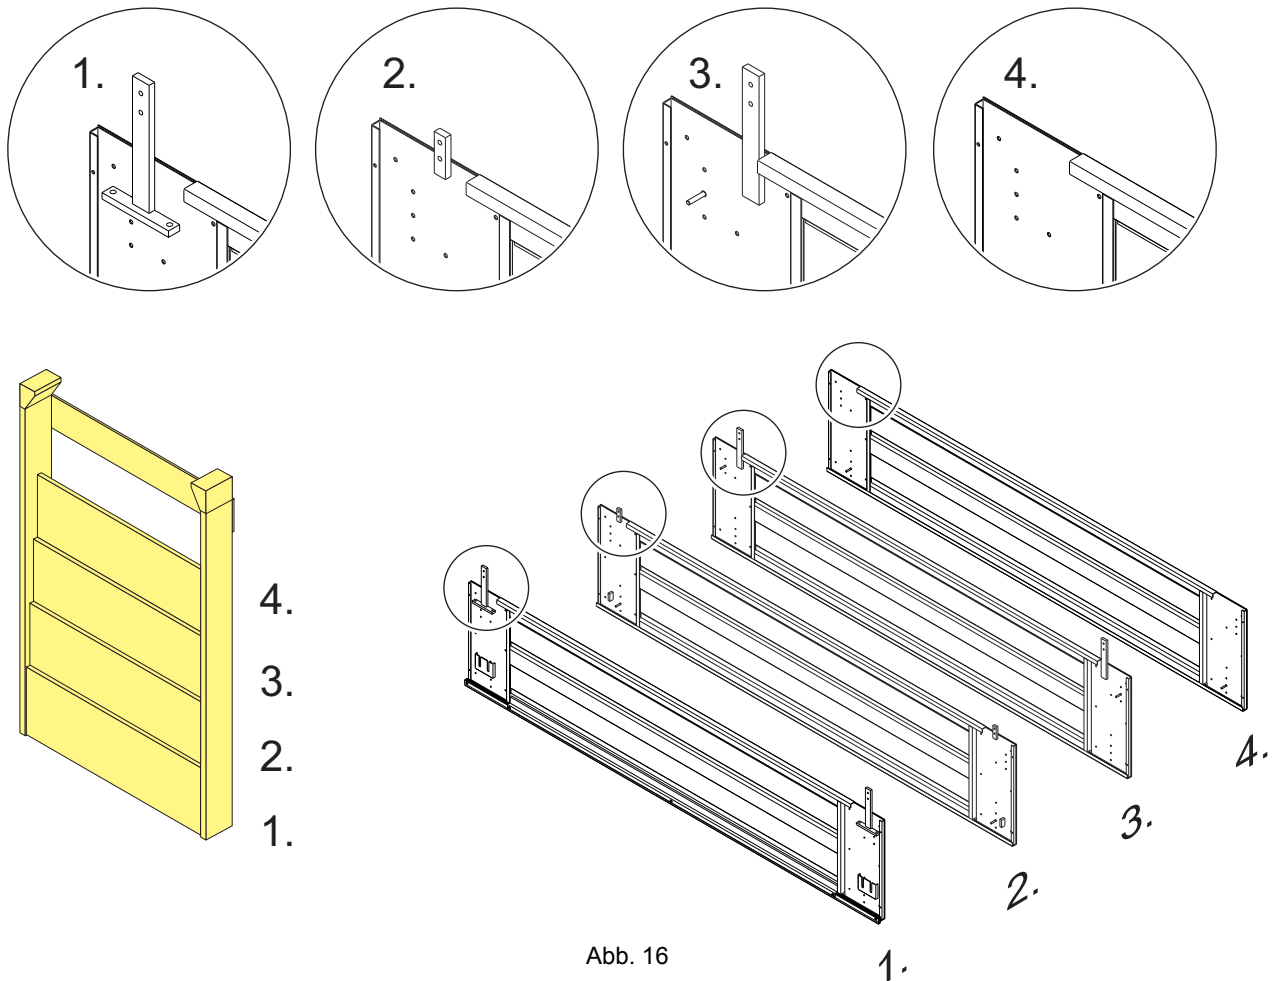

Abb. 16
- Zweiten Flügel (siehe Abb. 16) nach dem gleichen Montageprinzip wie den ersten Flügel in die zweite Nut montieren. Dazu den Flügel auf der Montagehilfe abstellen